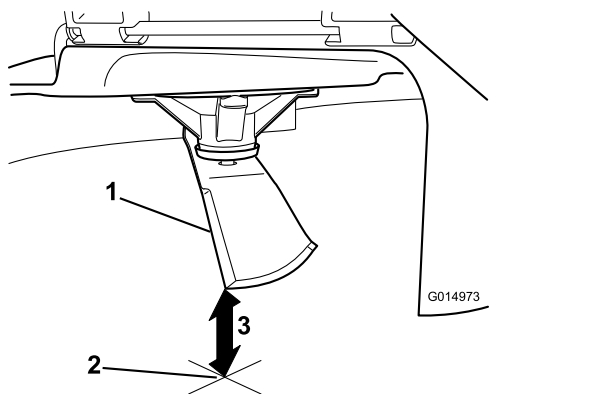

**Figura 52**
- Rode mesma lâmina 180 graus para que a extremidade de corte oposta esteja agora na mesma posição (Figura 52).